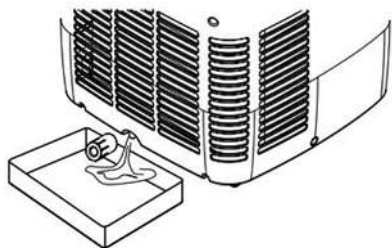

Fig. 1
- Antes de almacenarlo, asegúrate de retirar el tapón de goma del orificio de desagüe situado en la parte inferior (n. ° 10) y coloca un recipiente para recoger el agua drenada. (Fig. 1) Enciende la unidad en el modo de circulación de aire durante unas horas para que se seque la humedad de las bobinas y así prevenir la formación de moho.